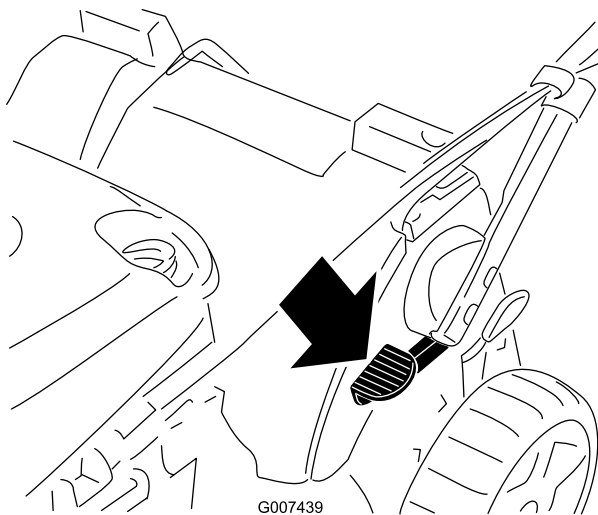

Bild 47
1. Treten Sie auf das Pedal und halten Sie es gedrückt (Bild 47).